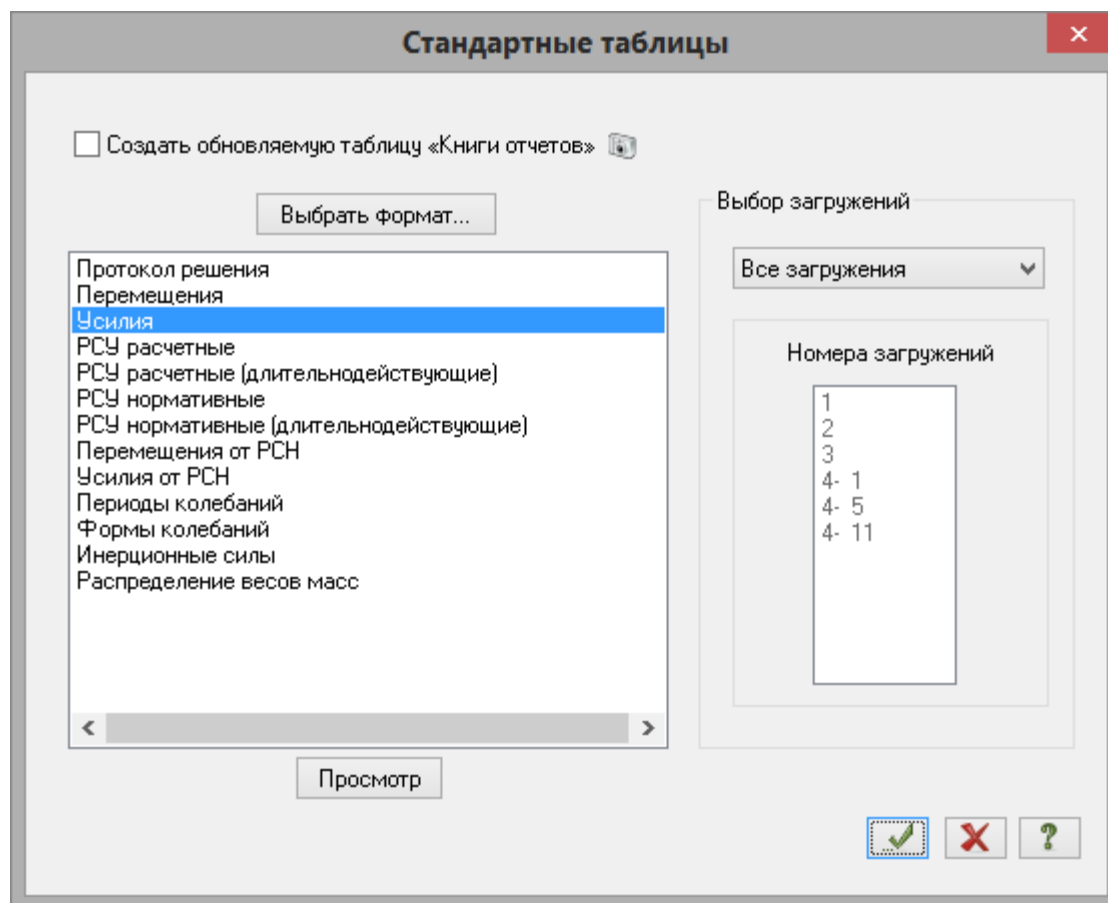

Рис.4.34. Диалоговое окно Стандартные таблицы
- После этого в диалоговом окне **Стандартные таблицы** (рис.4.34) выделите строку **Усилия**.